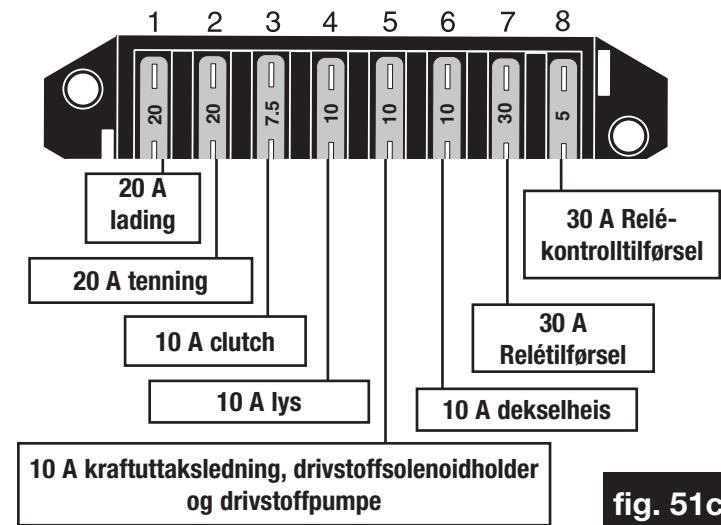

fig. 51c
- ✓ At sikring nr. 7 ikke har røket (grønn, 30 A sikring) (fig. 51c).
- ✓ At sikring nr. 7 ikke har røket. (Grønn, 30 A sikring) (fig. 51c)